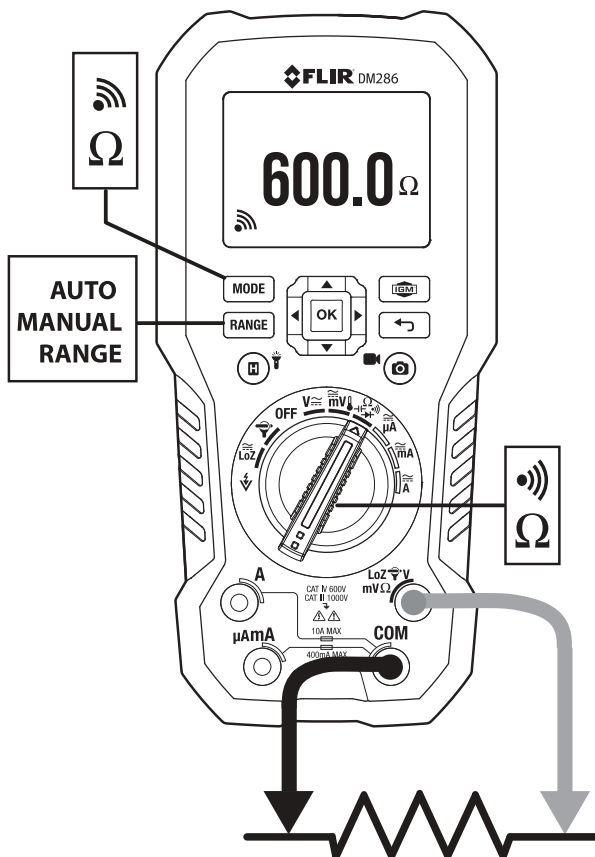

Fig. 9.5 Mesure de la résistance et de la continuité
1. Reportez-vous à la **Fig. 9.5**. Réglez le commutateur de fonction sur la position .